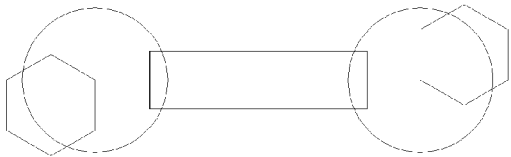

图 6-7 移动绘制的矩形
⑦ 单击【绘图】工具栏 | 【面域】按钮 ，选择所有的六边形和圆，按回车键，创建出 4 个面域。
(2) 绘制矩形
① 单击【绘图】工具栏 | 【矩形】按钮 ，单击图纸任意一点为矩形的角点，在命令行输入 D，输入矩形的长 30，宽 8，按回车键。
② 单击【修改】工具栏 | 【移动】按钮  移动，选择绘制的矩形，移动至两个圆形中间，如图 6-7 所示。
③ 单击【绘图】工具栏 | 【面域】按钮 ，选择绘制的矩形，按回车键，创建出 1 个面域。